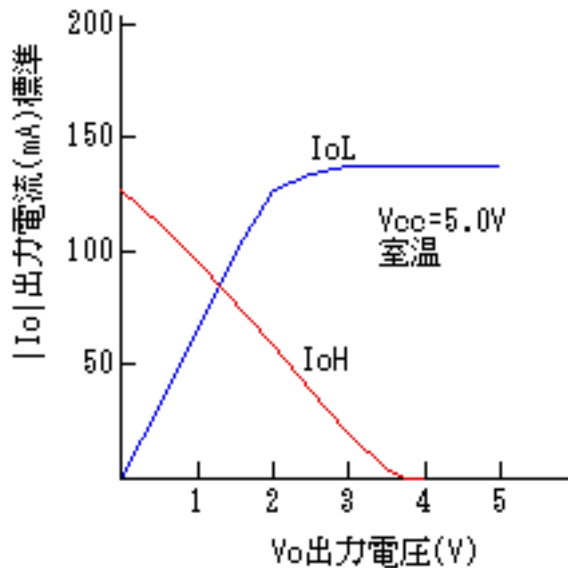

図 4.2 P0~P5 出力ドライブ特性(共通)
P0~P5、P10 はエミュレート回路により実現しているため、電気的特性が実チップとは異なります。図 4.2 に出力ドライブ特性を示します。入力のスレッシュホールドはすべて TTL レベルとなっております。
- P10 以外のポートについては、接続される回路によって実チップと比べて出力電圧が下がる可能性があります。(図 4.2 参照)